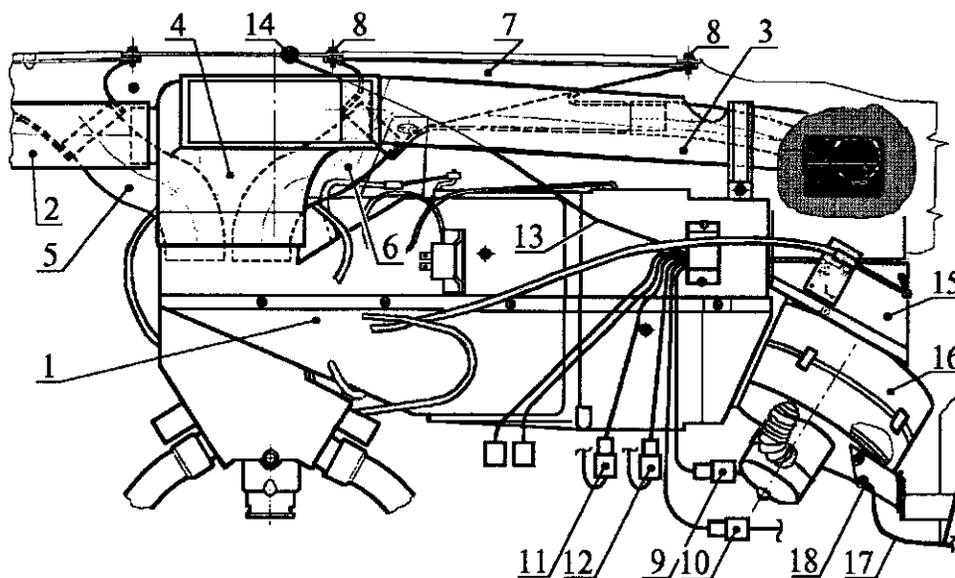

Рис. 23. Установка соединителя короба воздухозаборника и вентилятора, подсоединение проводов и воздуховодов к блоку обработки воздуха:
5.3. Установить соединитель 15 (рис. 23) короба воздухозаборника с прокладкой в сборе в последовательности, обратной снятию (см. п. 4.29)